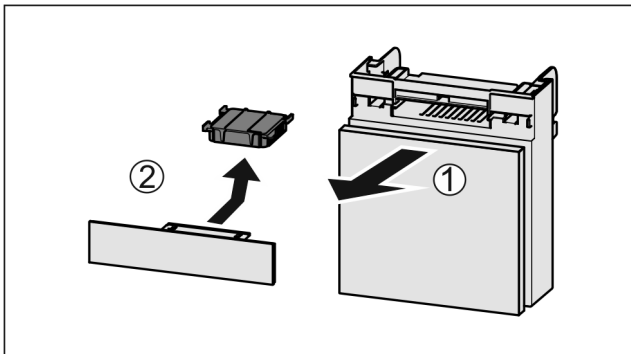

Fig. 68
- ▶ Fach nach vorne herausziehen Fig. 68 (1).
- ▶ Aktivkohlefilter entnehmen Fig. 68 (2).